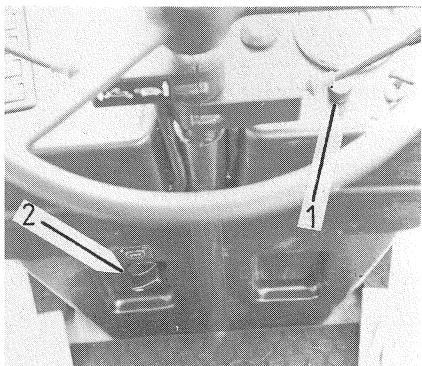

Bild 25
Gebläse-Drehschalter (Bild 25/1) je nach gewünschter Luftmenge in Stellung 1, 2 oder 3 schalten. Luftstromrichtung an den seitlich angebrachten Ausströmdüsen einstellen.
Je nach Wärmebedarf Drehknopf (Bild 25/2) nach links oder rechts drehen. Warmluftmenge wie unter Punkt 1 beschrieben einstellen.
Blower switch (fig. 25/1) in position 1, 2 or 3 acc. to the required air volume. Air flow direction can be adjusted by means of the laterally placed nozzle.
Turn knob (fig. 25/2) to the left or to the right acc. to the amount of heat needed. Volume of warm air can be adjusted as described under item 1.
tourner le commutateur (fig. 25/1) sur la position désirée 1, 2 ou 3. Régler à l'aide des tuyères latérales l'arrivée d'air dans la direction voulue.
tourner le bouton (fig. 25/2) selon la température désirée à droite ou à gauche. Régler l'air chaud comme décrit au point 1.